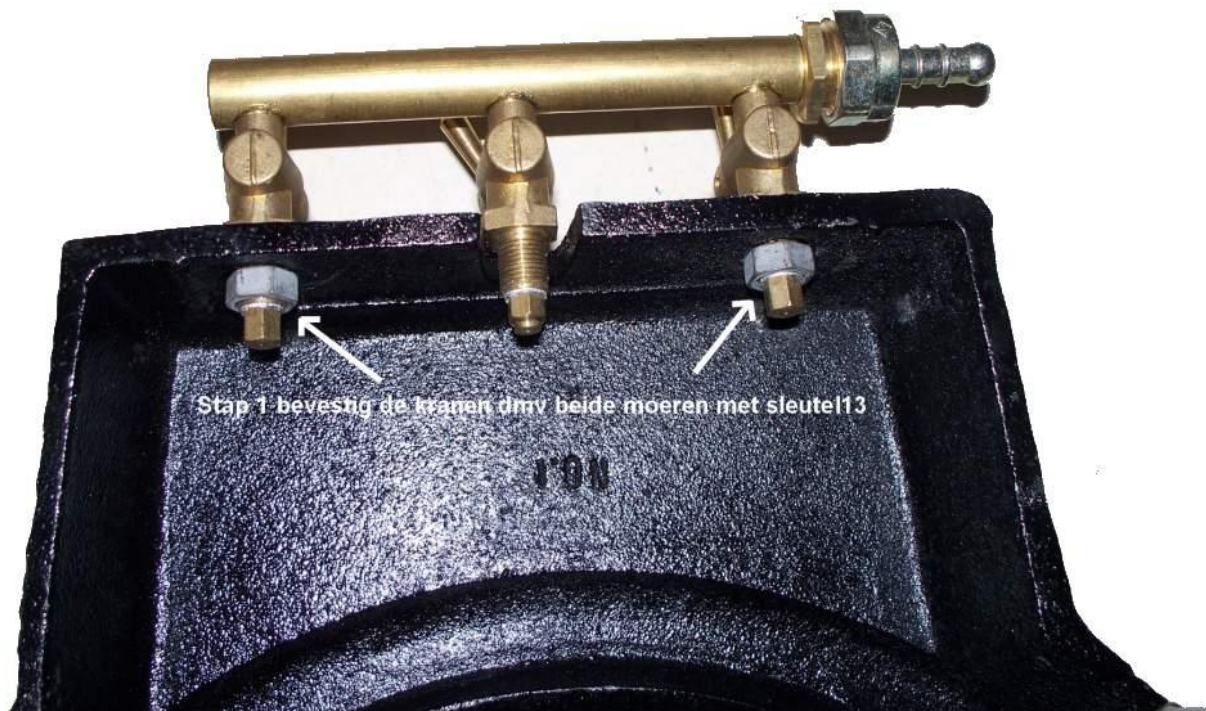

Fig.1.
1. Alvorens men begint bevestigd u eerst de bronzen kranen middels 2 moeren aan het buitenste frame (zie fig1.)